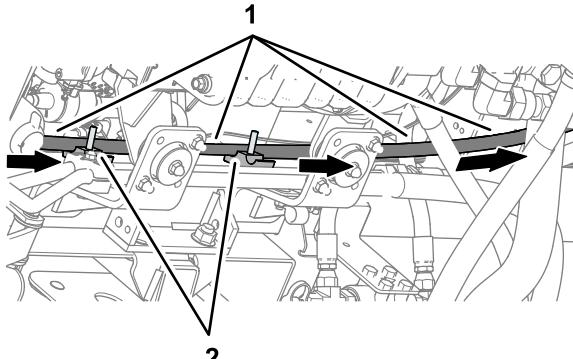

Bild 125
1. Verlegen Sie den Hydraulikpumpenschlauch 10 x 2921 mm (EHI-Lenkventilanschluss PT) mit dem 45°-Anschlussstück in die obere Nut der Schlauchklemmenhälfte an der oberen Position (Bild 125).